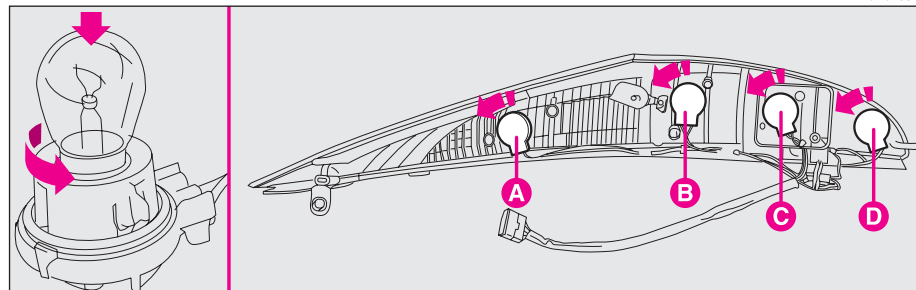

fig. 26
– Enlever les douilles en imprimant une légère rotation dans le sens inverse des aiguilles d’une montre **fig. 26**: